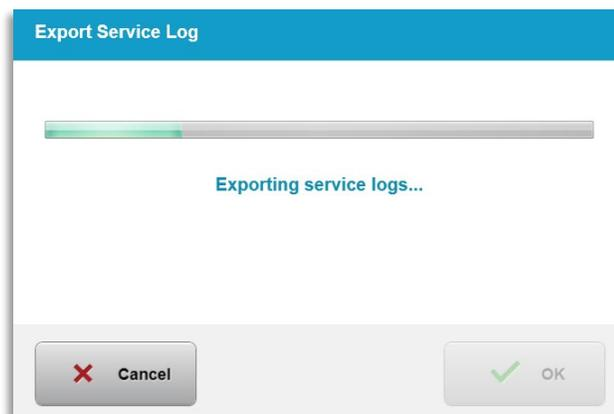

Figura 3-58. Esportazione del registro di servizio in corso
- Il sistema avvia automaticamente il trasferimento del registro di servizio e mostra una barra di avanzamento del processo di trasferimento, come mostrato nella Figura 3-58.